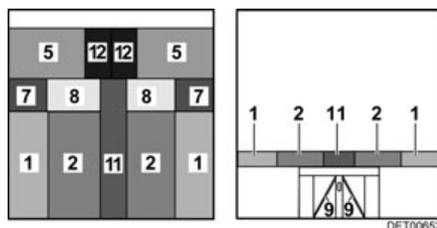

Fig. 147 Después de la transformación
- Tirar el cojín del asiento (Fig. 147,2) de los bancos longitudinales hacia el centro.
- Colocar los cojines del respaldo (Fig. 147,1) de los bancos longitudinales entre los cojines del asiento y las paredes exteriores.
- Tirar los cojines de asiento (Fig. 147,8) del ensanchamiento del banco longitudinal hacia el centro.
- Colocar los cojines del respaldo (Fig. 147,7) del ensanchamiento del banco longitudinal entre los cojines del asiento y las paredes exteriores.
- Colocar el cojín adicional (Fig. 147,11) entre los cojines del asiento sobre la mesa.
- Colocar el cojín adicional (Fig. 147,12) sobre las prolongaciones del banco.